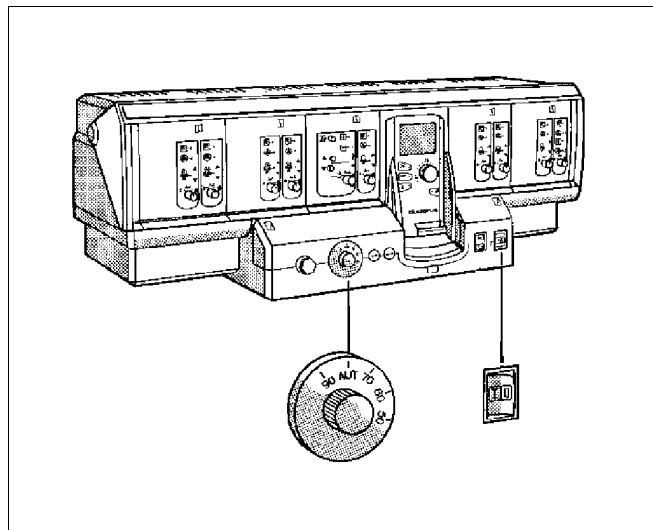

Fig. 1 Puesta en marcha
- Coloque el interruptor de servicio (Abb. 1) en la posición "I" (CON.).
- Coloque el termostato de la caldera (Abb. 1) en la posición "AUT" o bien en 80 °C.
En el display se indica avería (Abb. 1).
- Coloque el interruptor de servicio (Abb. 1) en la posición "0" (DESCON.).